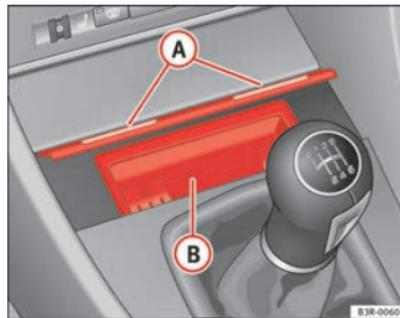

Fig. 122 Console centrale: posacenere aperto
- Premere la parte anteriore del posacenere (A) ⇒ pag. 152, fig. 122.
- Afferrare dai lati l'inserto del posacenere (B) ⇒ pag. 152, fig. 122) ed estrarlo tirandolo verso l'alto.